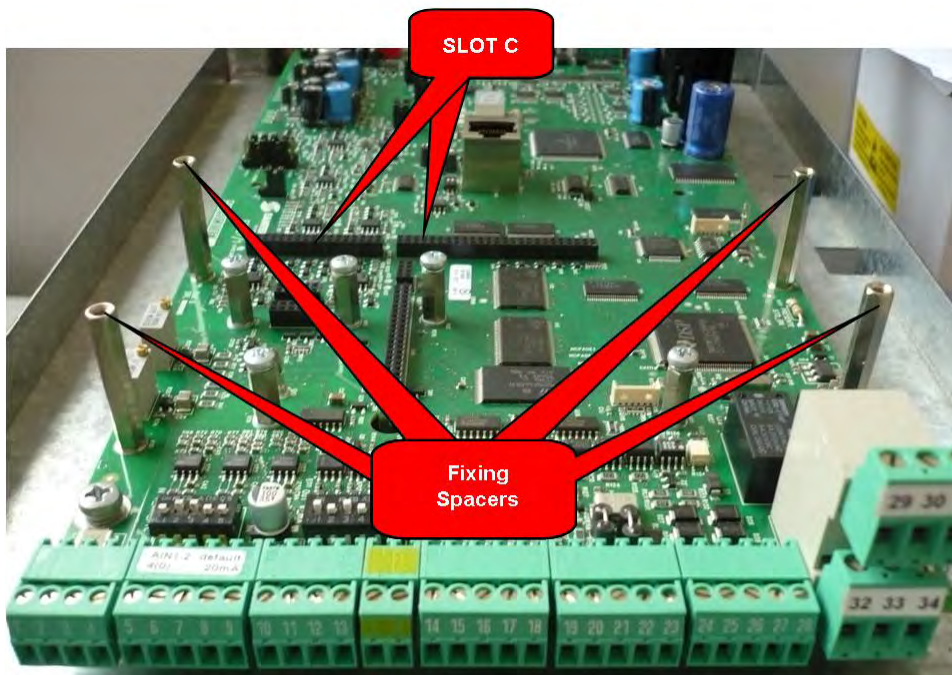

Figura 236: Posizione dello slot C all'interno del coperchio morsettiere Inverter PENTA
3. Rimuovere il coperchio di protezione della morsetteria dell'inverter agendo sulle due viti frontali nella parte bassa del coperchio. Risulta così accessibile lo slot C della scheda di controllo PENTA sul quale va installata la scheda ES950 come visibile in Figura 236.